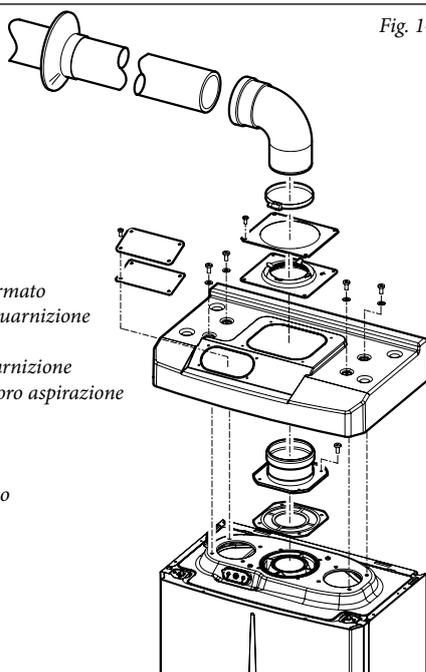

Fig. 1-11
• **Montaggio kit copertura (Fig. 1-11).** Smontare dai fori laterali rispetto a quello centrale i due tappi e le guarnizioni presenti, quindi coprire il foro di aspirazione destro con l'apposita piastra fissandola sul lato sinistro con 2 delle viti precedentemente smontate. Installare la flangia Ø 80 di scarico sul foro più interno della caldaia interponendo la guarnizione presente nel kit e serrare con le viti in dotazione. Installare la copertura superiore fissandola con le 4 viti presenti nel kit interponendo le relative guarnizioni. Innestare la curva 90° Ø 80 con lato maschio (liscio), nel lato femmina (con guarnizioni a labbro) della flangia Ø 80 sino a portarla in battuta, infilare la guarnizione facendola scorrere lungo la curva, fissarla tramite la piastra in lamiera e stringere mediante la fascetta presente nel kit facendo attenzione di fermare le 4 linguette della guarnizione.